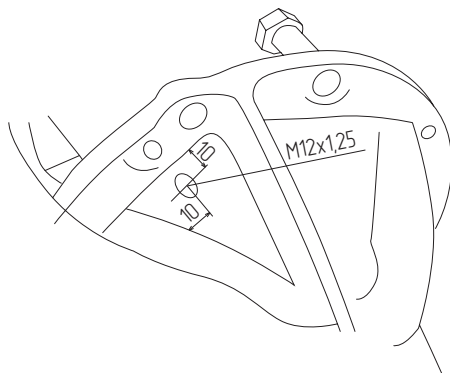

Рис. 2
1. Просверлите в картере моста сквозное отверстие сверлом  $\varnothing 10,7..10,8$  мм (см. раздел Инструменты) на расстоянии не менее 10 мм от края фланца и 10 мм от края технологического прилива (Рис. 2). Нарежьте резьбу метчиком M12x1.25 (см. раздел Инструменты).